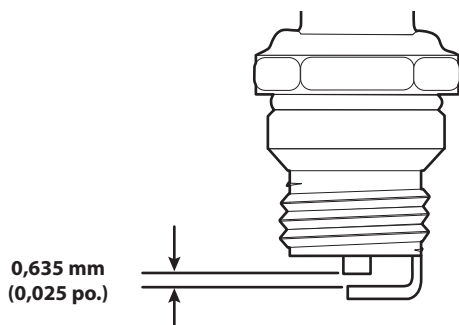

Fig. 9
4. Utilisez une jauge d'épaisseur pour régler l'écartement à **0,635 mm (0,025 po.)** (Fig. 9).